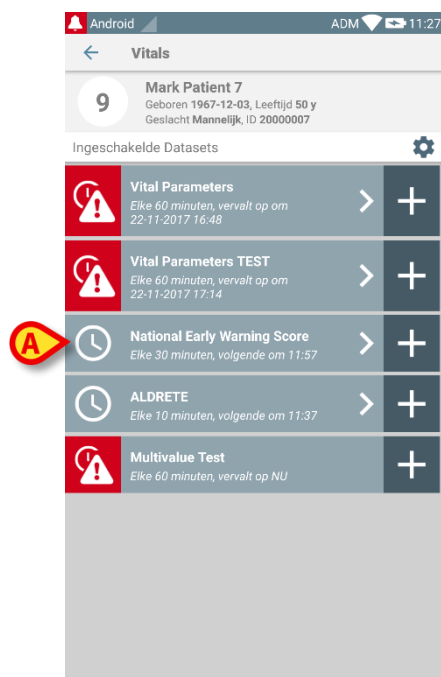
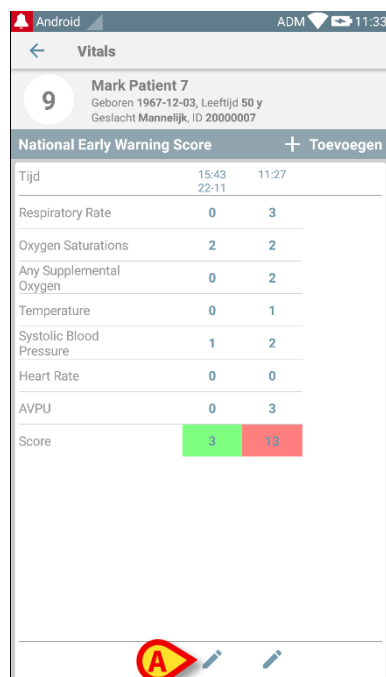

Fig 71
Fig 72
Om een bestaande dataset te bewerken, op het scherm met de lijst met datasets (Fig 71):
- de betreffende dataset selecteren (Fig 71 **A**, bijvoorbeeld). De samenvatting van de verkregen datasets wordt geopend (Fig 72).
- Druk op de "pen"-icoon die bij de te bewerken set hoort (Fig 72 **A**)